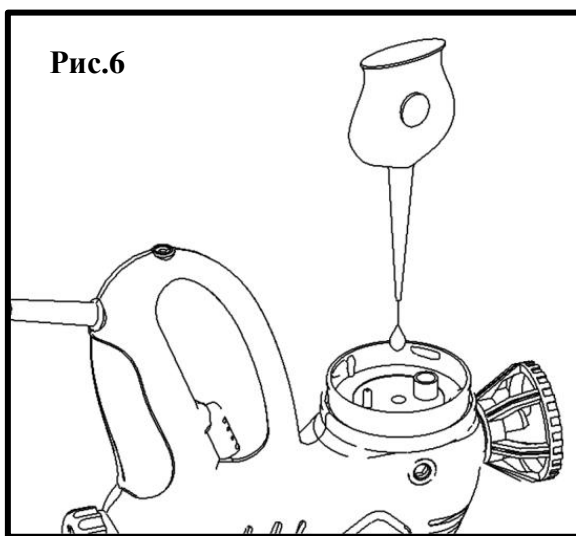

Рис.6
- Извлеките цилиндр распылителя(4)(См.Рис.6).
- После переверните краскораспылитель и смажьте его поршень и цилиндр, капнув пару капель машинного масла в два отверстия в корпусе (См. Рис.6).